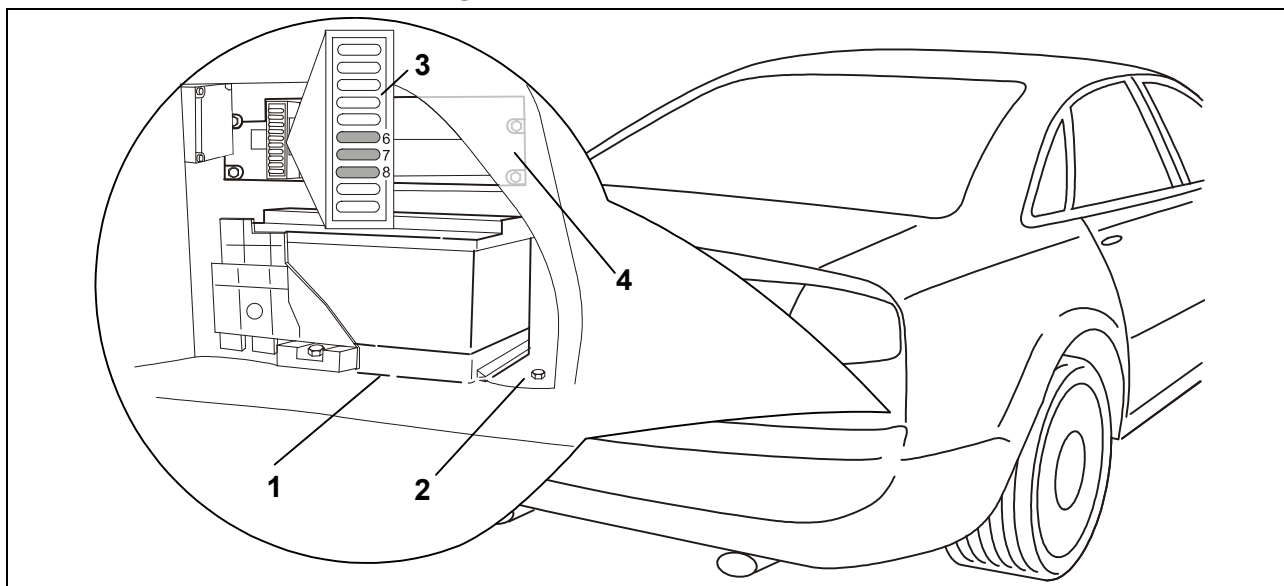

Fig. 4 : Raccorder le module pour attelage
12. Fixer le module pour attelage dans le coin droit du coffre à bagages avec deux vis de fixation (M5x10) sous la tôle de retenue de la batterie (Fig. 4/1).
15. Raccorder le fil marron/blanc et marron avec anneaux sur le point matériel du côté du véhicule (Fig. 4/2).
16. Desserrer le dispositif de verrouillage de couleur rose à l'arrière de la barre de fusibles (Fig. 4/3).
- relier le fil rouge/noir et rouge/bleu sur l'emplacement 6, 7 et 8 (10 pôles), 10, 11 et 12 (12 pôles) de la barre de fusibles (Fig. 4/3).
- relier le fil rouge/noir et rouge/bleu sur l'emplacement 6, 7 et 8 de la barre de fusibles (Fig. 4/3).
17. Verrouiller la barre de fusibles (Fig. 4/3).
18. Refixer le support de l'appareil (Fig. 4/4) avec les quatre vis de fixation.
25. Insérer les fusibles fournis dans les emplacements libres 6, 7 et 8 (10, 11 et 12) de la barre de fusibles (Fig. 4/3).